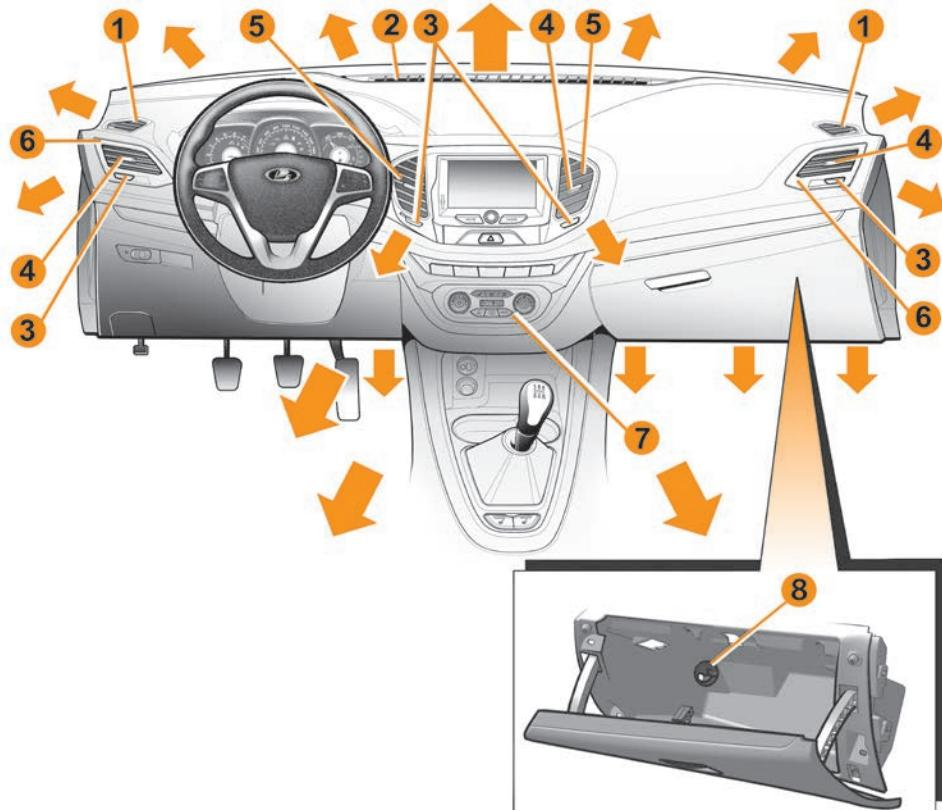

Рис. 3. Органы управления системой вентиляции и отопления салона
- 1 – сопла обдува (обогрева) боковых стекол (стр. 62, рис. 3);
8 – поворотная заслонка воздуховода охлаждения вещевого ящика (рис. 3). Функция охлаждения доступна в автомобилях с климатической системой «Комфорт» и «Люкс».
В тёплое время года рекомендуется направлять воздух в регулируемые сопла **5** и **6** (см. рис. 3) на панели приборов для лучшей вентиляции салона. Установите среднюю или максимальную скорость воздушного потока для эффективного удаления избытков тепла из салона. Нажмите кнопку , установите комфортное направление потока воздуха из сопел с помощью рукояток регулировки **4**. Установите мини-